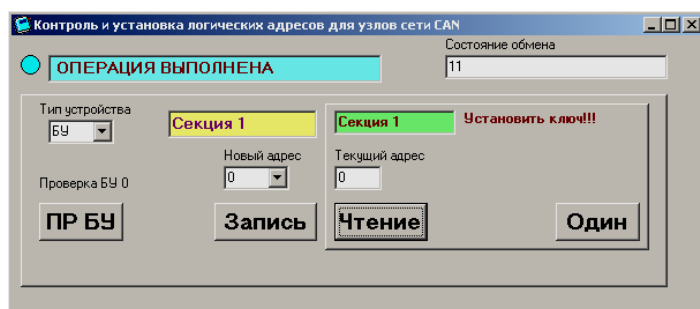

Рисунок 7.28
7.3.3 Только у одного БУ2 подключенного к системе замкнуть контакты 2, 3 J1 (у остальных БУ2 контакты 2, 3 J1 должны быть разомкнуты!!!) и нажать на кнопку «Чтение». При успешном выполнении чтения на верхнем табло формы появится надпись «ОПЕРАЦИЯ ВЫПОЛНЕНА» (рисунок 7.28). При этом значение параметра «Тип устройства» - «БУ», Значение параметра «Текущий адрес» соответствует номеру секции БУ2 (0 – Секция 1, 1 – Секция 2 и т.д.).